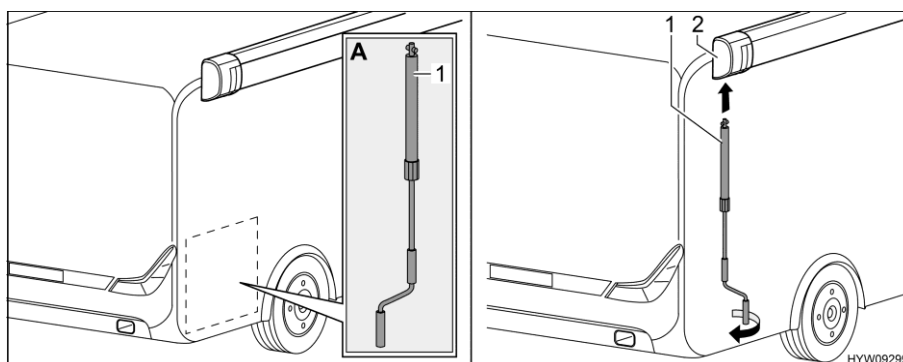

Fig. 43 Instalar la manivela
- Sacar la manivela (Fig. 43,1) del garaje trasero (Fig. 43,A).
- Encajar la manivela en el enganche de bayoneta (Fig. 43,2) del toldillo.